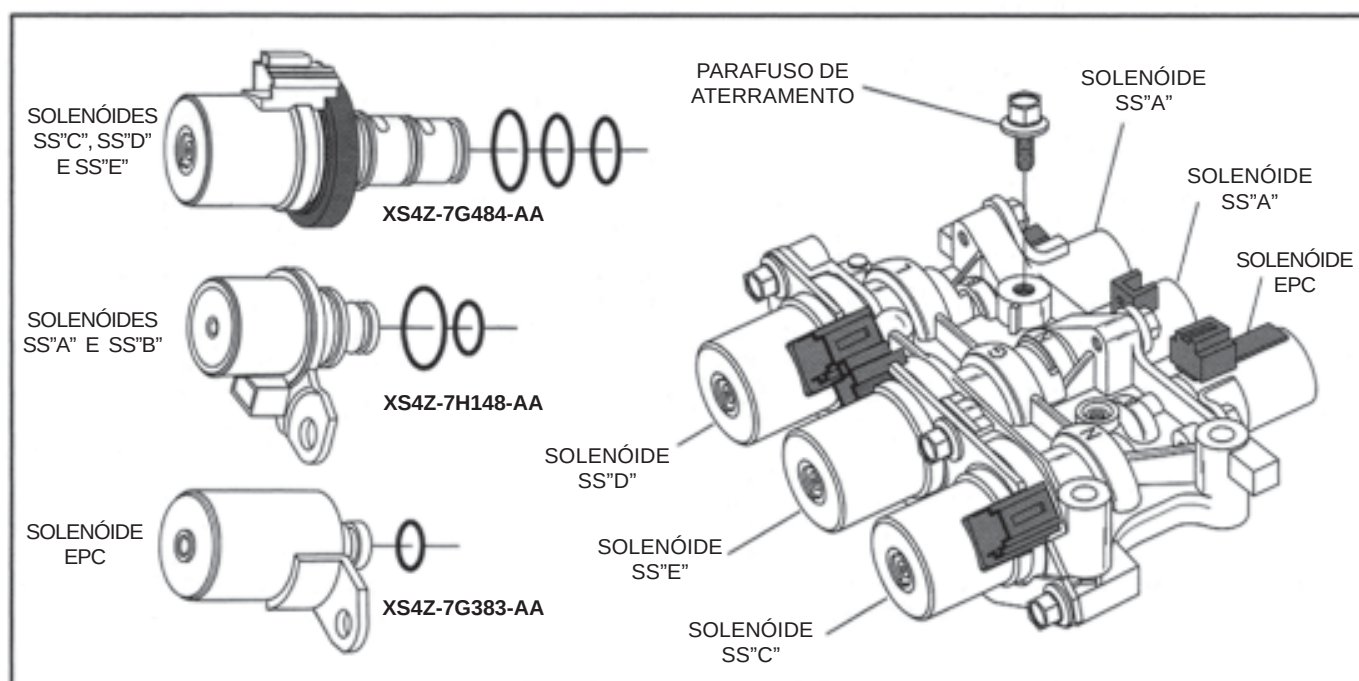

Figura 104
4. Existem três modelos de solenóides no corpo de solenóides. A localização e os modelos são mostrados na Figura 104, juntamente com seus respectivos números de série OEM.
6. Instale novos "O" rings em cada um dos solenóides, conforme ilustrado na Figura 104, e lubrifique com uma pequena quantidade de pasta de montagem.
7. Instale os solenóides nas suas posições, conforme ilustrado na Figura 104, e instale o suporte e os parafusos de fixação (Vide Figura 101).
9. Instale o parafuso de aterramento para os solenóides SS"C", "D" e "E", apertando por enquanto com a mão (Vide Figura 104).